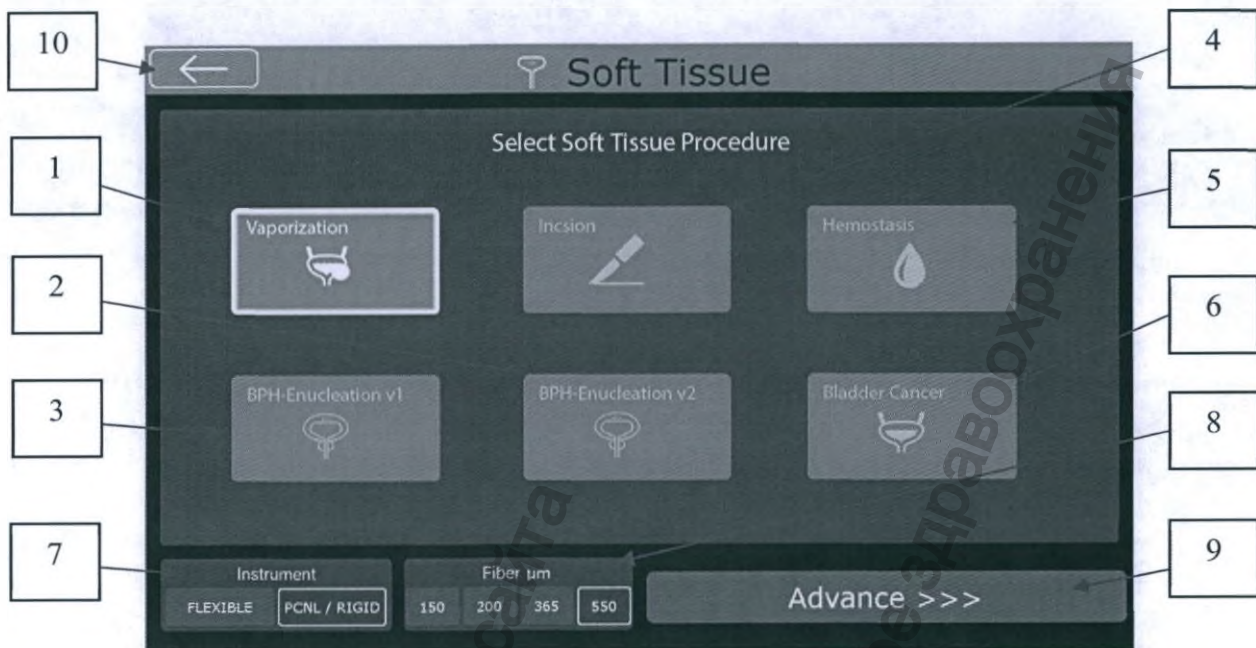

Рисунок 15. Экран выбора процедур «МЯГКИЕ ТКАНИ»
В разделе «МЯГКИЕ ТКАНИ» выберите одну из предложенных процедур: «ВАПОРИЗАЦИЯ» (1), «ДГПЖ – ЭНУКЛЕАЦИЯ в.1» (3), «ДГПЖ – ЭНУКЛЕАЦИЯ в.2» (2), «РАССЕЧЕНИЕ» (4), «ГЕМОСТАЗ» (5), «РАК МОЧЕВОГО ПУЗЫРЯ» (6) (Рис. 15).